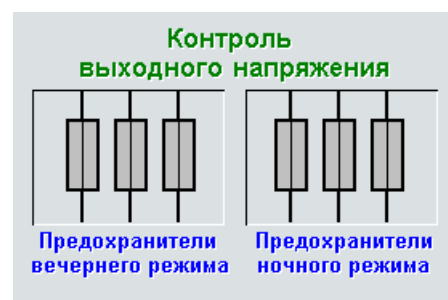

Рис. 8
5.1. Параметры, выводимые в окне мнемосхемы и отображающие текущее состояние одного или группы датчиков, делятся на: основные, вспомогательные и служебные параметры. Параметры могут отображаться как в табличном виде (см. **рис. 7**), так и в виде УГО (см. **рис. 8**).